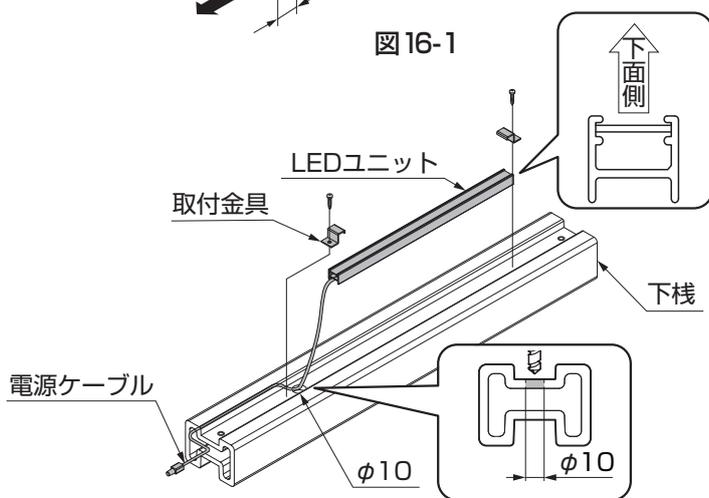

図16-2
①下棧スリーブ材を抜き取り、配線を通す側のスリーブ材の端部を10mm切断してください。
②LEDユニットを取付ける位置を確認して、下棧の溝に $\phi 10$ の下孔をあけてください。(図16-2参照)
③切断した下棧スリーブ材を下棧に差込み、配線を下棧の内側溝にはようようにしてください。